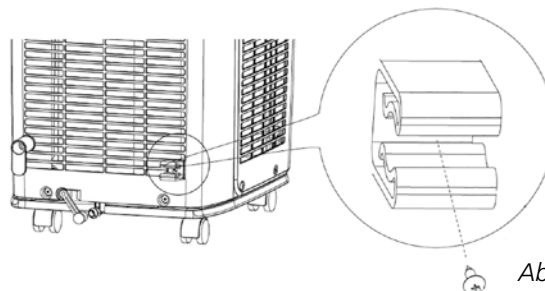

Abbildung 21
- 3 Montieren Sie den Schlauchhalter G (siehe Abbildung 1) an der Rückseite der Klimaanlage (siehe Abbildung 21).